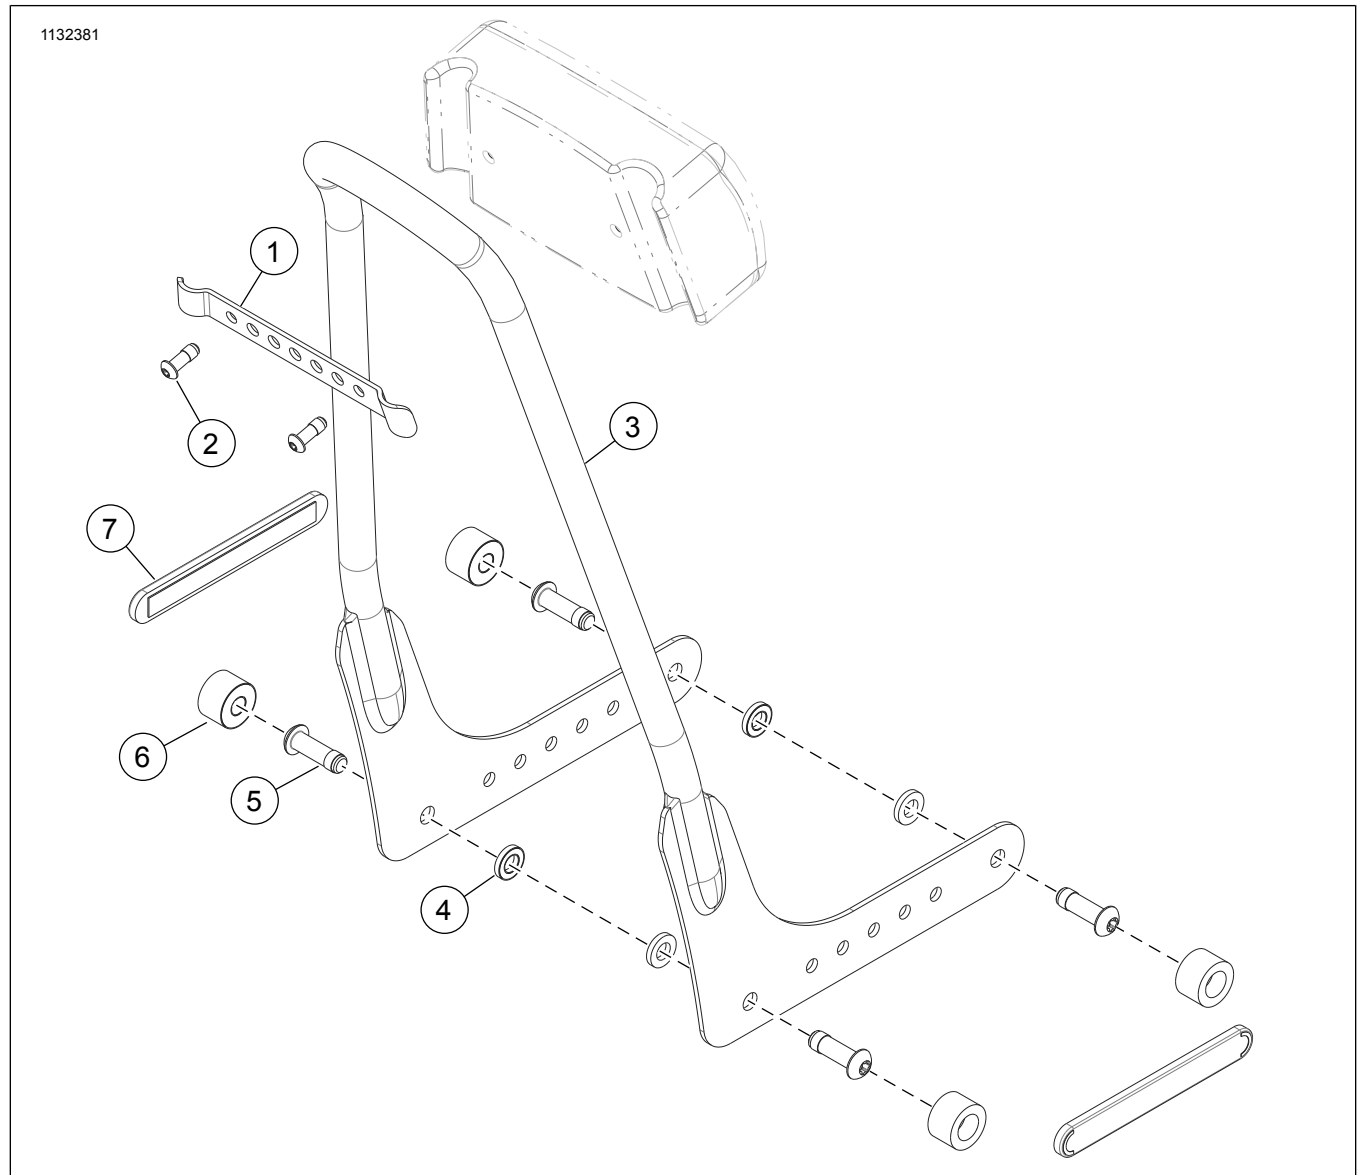

Figura 2.
Veja Figura 2 e Tabela 1 e Tabela 2.
Consulte Figura 2. Instale as arruelas estreitas (4) no conjunto do encosto (3).
- Veja Figura 2. Instale o conjunto do encosto (3).
2. Instale os parafusos (5) do kit. Aperte.
Consulte Figura 2. Instale as arruelas largas (6) no conjunto do encosto (3).
4. Aplique o trava-rosca. Instale os parafusos (5) originalmente removidos do alforje ou dos pontos de suporte.